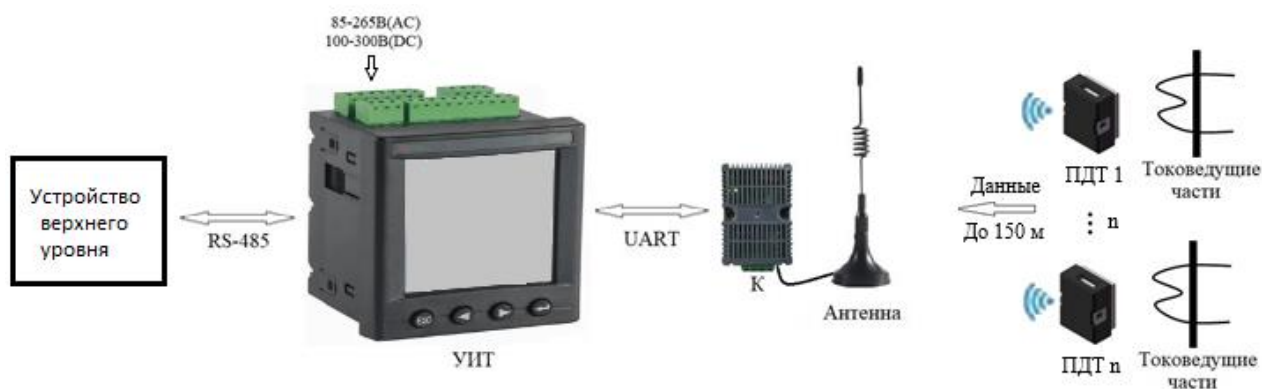

Рисунок 1 – Работа системы с УИТ РА2.703.082 и координатором РА2.703.081
- УИТ РА2.703.082 через координатор РА2.703.081 с подключенной к нему антенной (рисунок 1);
- используя устройство измерения температуры РА2.703.082 (УИТ) и координатор РА2.703.081 (К) (рисунок 1);